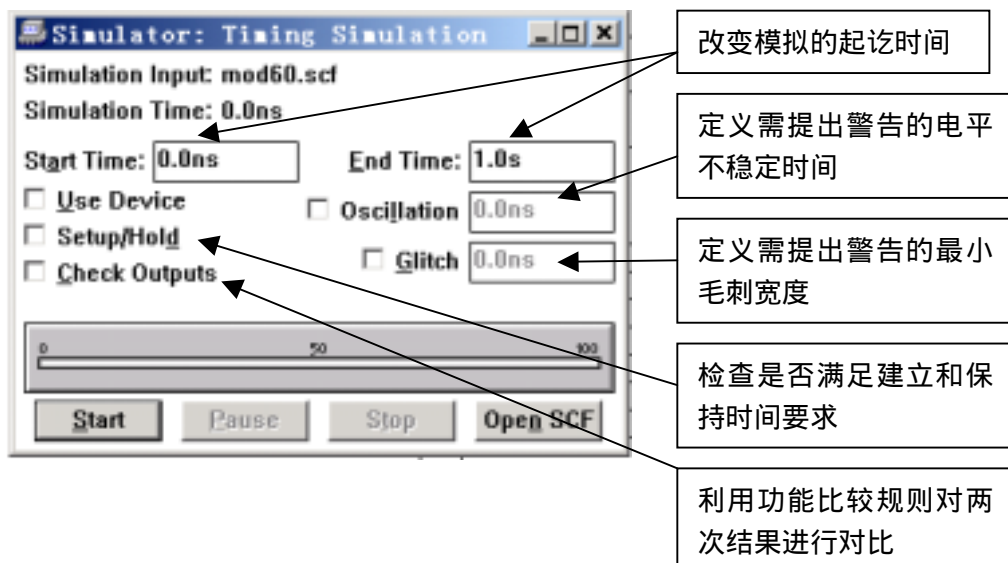

图 3.13 模拟器
- a、菜单“MAX+PLUS II”中选择“Simulator”，即可打开如图 3.13 所示模拟器